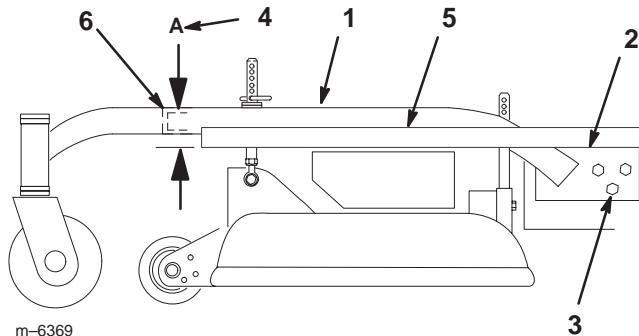

Figure 45
3. Placez une longue planche, ou autre objet similaire ayant un bord droit, en haut du moteur, comme illustré à la figure 45.
4. Au niveau du tube transversal du bâti porteur, mesurez la hauteur au point A (Fig. 45). Elle doit être égale à 33 mm ± 6 mm.
6. Desserrez les boulons de montage du bâti porteur de chaque côté de la machine (Fig. 45).
7. Alignez le bâti porteur et le plancher moteur à la même hauteur qu'au point A, c.-à-d. 33 mm ± 6 mm (Fig. 45).